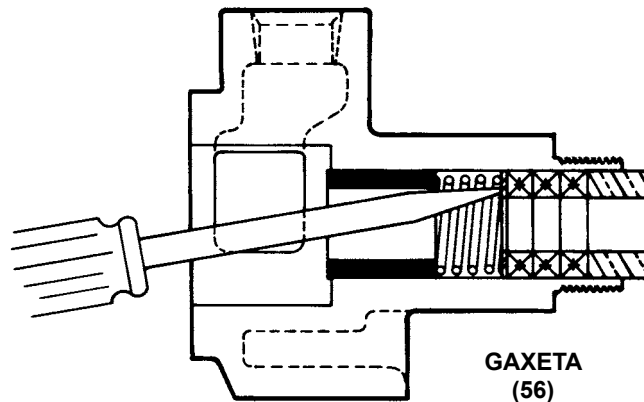

FIGURA 3
5. Agora a bomba está pronta para a retirada do selo mecânico ou gaxeta. **Veja a Figura 3 ou 4** por exemplo. Recomenda-se usar novo selo mecânico ou gaxetas toda vez que a bomba é completamente desmontada.